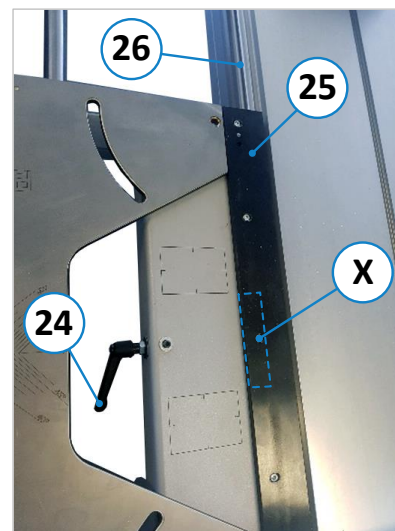
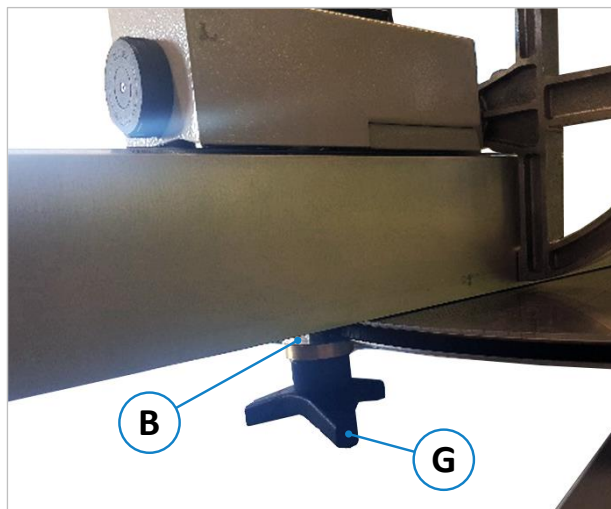

Figure 23 : serrage du châssis à équarrir
Figure 30 : régler le rail de guidage télescopique
- Tirer la table coulissante dans la position la plus reculée et mettre le bras pivotant (6) en position.
- Soulever le châssis à équarrir (22) avec 2 personnes et le poser sur le support d'appui (7) pour le châssis à équarrir.
- Desserrer la barre de serrage (X) - cachée dans ⇒ Figure 23 sous la barre d'accrochage (25) - à l'aide du levier de serrage (24).
- Introduire la barre de serrage (X) dans le guidage du châssis à équarrir (26) sur la table coulissante.
- Fixer le châssis à équarrir (22) au moyen du levier de serrage (24).
- Le boulon de guidage (B) doit être en contact avec la plaque de butée angulaire (27), voir ⇒ Figure 23 et ⇒ Figure 30.
- Pour fixer, bien serrer la molette d'arrêt (W) et la poignée-étoile (G).